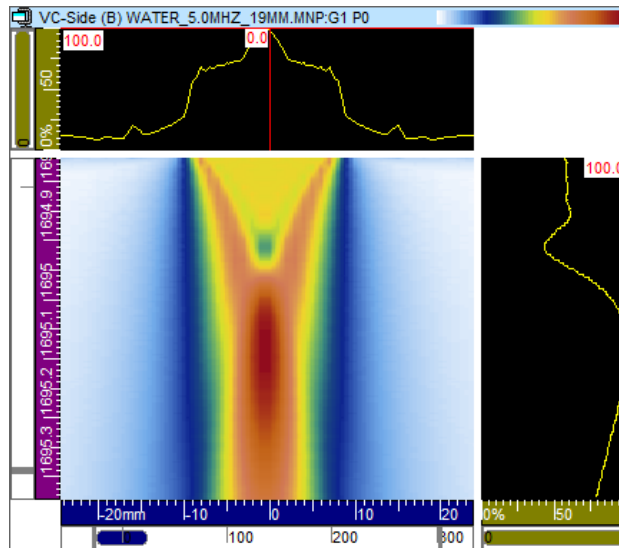

Figure 10-3 Exemple de disposition d'un fichier PASS
6. Sélectionnez une vue de côté (B) pour afficher les fichiers PASS. La Figure 10-3 à la page 465 illustre un exemple d'une disposition possible, dont l'échodynamique sur le curseur de référence.